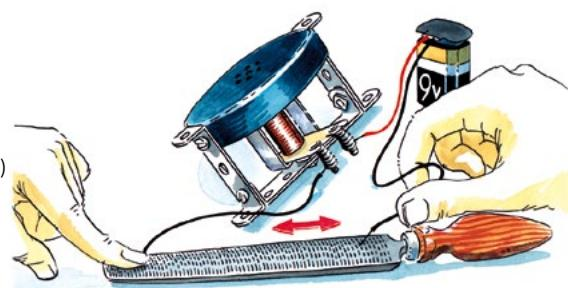

Fig. 144
Nous relierons l'écouteur réalisé à l'expérience précédente à une pile, en passant par une lime (fig. 144). Avec l'extrémité d'un des fils, nous frottons la surface de la lime et nous entendons un murmure dans l'écouteur; celui-ci est causé par les nombreuses interruptions de courant au contact de la lime. Accessoires nécessaires : (143), du fil électrique, une lime et une pile plate.
**Accessoires nécessaires: (143) et une lime.**